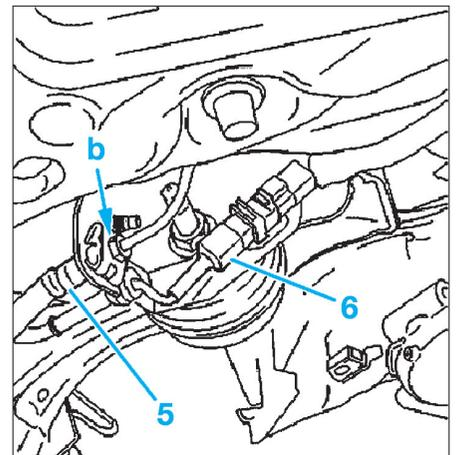

Fig. 56
- dégager des guides les câbles de frein à main (4).
- Pour tous les véhicules, désaccoupler les flexibles de frein (5) des tuyaux en "b".
- Obtenir les orifices et déconnecter les connecteurs (6) (Fig.56).